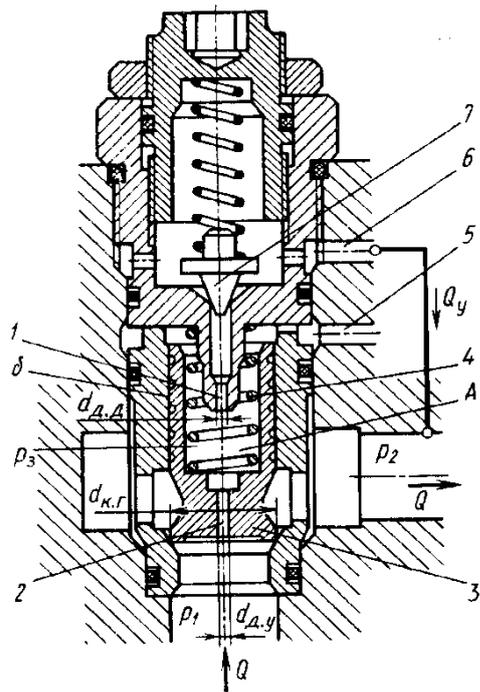

Рис. 1. Клапан непрямого действия
1. Установите правильную последовательность работы элементов предохранительного клапана непрямого действия, изображённого на рис. 1, при повышении давления до величины, превосходящей давление настройки клапана.